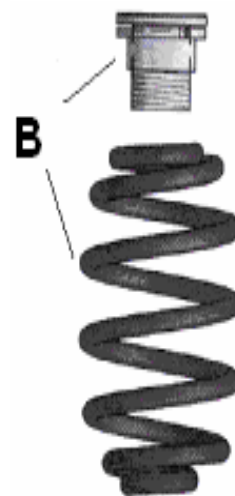

Fig 3
- Schroefbus en verlagingveer monteren. (**zie afb.3**)
- Mount the screw-tube and lowering spring (**fig.3**)
5. Feder und Schraub hülse montieren (Fig 3)